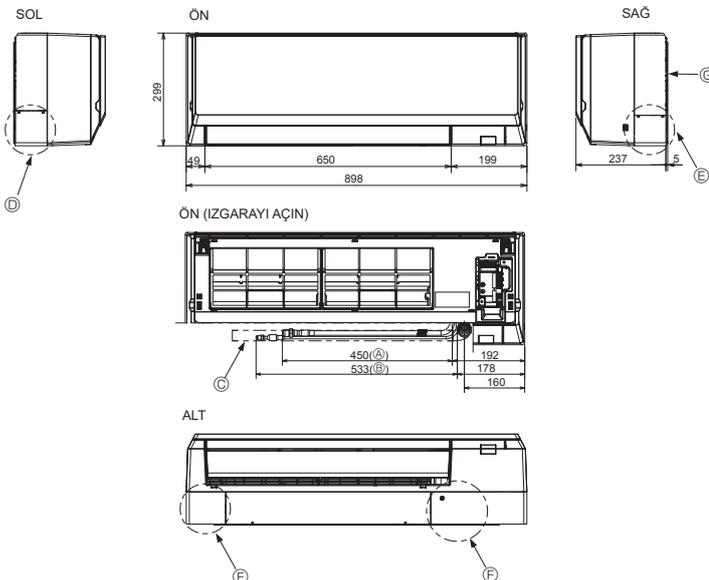

Fig. 4-3
4.3. Soğutucu ve drenaj borularının yerlerinin belirlenmesi (Fig. 4-3)
- (A) Gaz borusu * Aksesuarları takılı haldeki durumu göstermektedir.
- (B) Sıvı borusu
- (C) Drenaj hortumu (Etkin uzunluk: 500)
- (D) Sol boru tesisatı parça deliği
- (E) Sağ boru tesisatı parça deliği
- (F) Alt boru tesisatı parça deliği
- (G) Montaj levhası ①